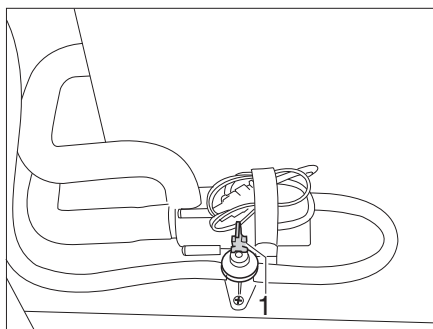

Fig. 201 Robinet de vidange
- Fermer le robinet de vidange. Placer le levier à bascule (Fig. 201,1) en position horizontale.
- Ouvrir le robinet de vidange (Fig. 201). Pour cela, placer le levier à bascule (Fig. 201,1) en position verticale. Le chauffe-eau est vidé à l'extérieur par le biais du robinet de vidange.